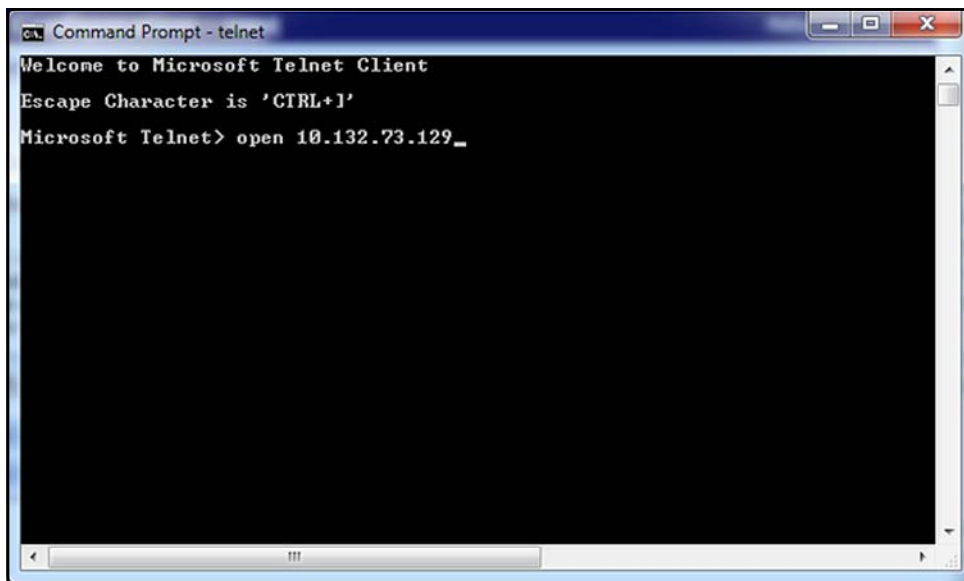

図 115: Telnet の OPEN コマンド
2. モジュールを接続するために、**OPEN** コマンドをモジュールの IP アドレスとともに使用します（以下の図115 を参照）。